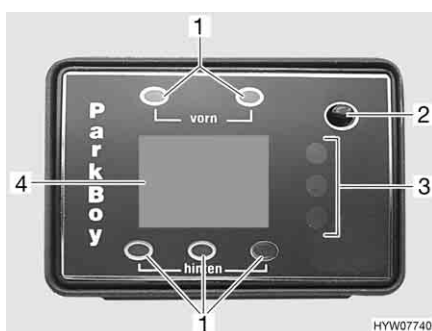

Fig. 13 Centralina di controllo del sensore di controllo distanza durante il parcheggio
Nella zona passeggeri, una centralina di controllo con display (Fig. 13) indica la distanza dall'ostacolo. Contemporaneamente viene emesso un segnale acustico come segnale di avvertenza.
- Quando si accende il motore, il sensore di controllo distanza durante il parcheggio effettua automaticamente un controllo del sistema. Tutti i diodi luminosi e i segmenti (barre del display) si accendono brevemente e viene emesso un segnale acustico (bip). Se - dopo il controllo del sistema - lampeggia il LED rosso dell'indicazione della distanza (Fig. 13,3) e viene emesso un segnale acustico d'allarme che si ripete velocemente, il sistema ha riconosciuto un difetto del sensore. Il sensore difettoso viene e visualizzato sul display (Fig. 13,4).
- Premere il tasto On/Off (acceso/spento) (Fig. 13,2).
- Indipendentemente dal modo in cui è stato acceso, il sensore di controllo distanza durante il parcheggio può venire spento in qualsiasi momento mediante il tasto On/Off (acceso/spento) (Fig. 13,2).
Il display (Fig. 13,4) indica la distanza in passi di circa 5 cm. Il sensore indica sempre la distanza più breve rilevata. L'accendersi del rispettivo LED di posizione (Fig. 13,1) indica quale sensore ha effettuato la misurazione.
I tre diodi luminosi di colore diverso (Fig. 13,3) costituiscono il secondo modo di rilevazione. La successione dei colori da verde a giallo a rosso, segnala l'avvicinamento a un ostacolo.